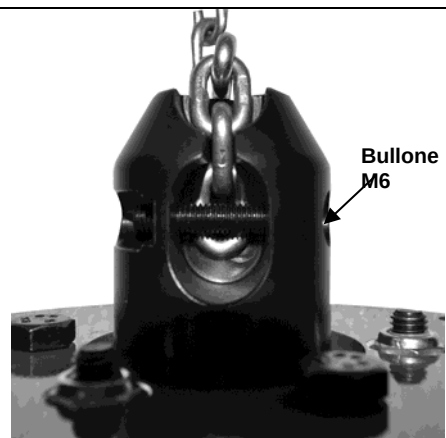

Figura 2-13
- 2) Inserire il bullone M6 tramite posizionatore della catena nella parte anteriore del collegamento della catena all'interno del relativo posizionatore (Cfr. Figura 2-13).